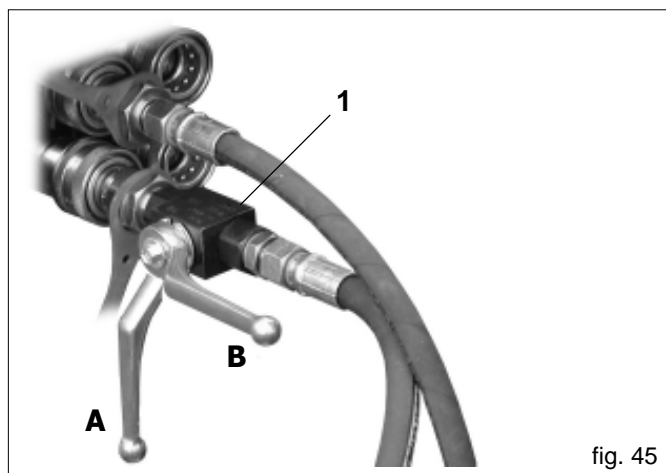

fig. 45
Die öldynamische Druckölleitung ist mit einem Hahn ausgestattet (1 Abb. 45), der verwendet wird, um den Spurreißerbetrieb auszuschließen. **Beim Transport der Sämaschine auf der Straße muss der Griff des Hahnes sich in Position A (Abb. 45) befinden, um ein unbeabsichtigtes Öffnen des Spurreißers zu verhindern;** bei der Arbeit muss dieser Griff sich dagegen in Position B befinden.
- 5) Vor dem Einschalten der Spurreißvorrichtung ist die Sämaschine auf den Boden abzusenken und der Hebel des Hahnes in die Position (B) zu bringen (Abb. 45).
- 8) Den Hebel des Hahnes in Position (A) bringen (Abb. 45).